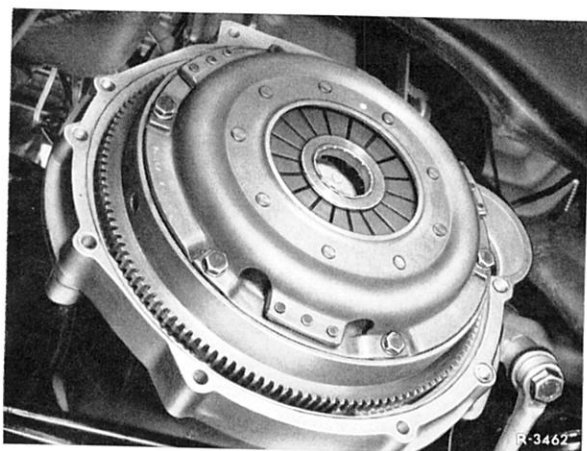

Bild 25—1/1
- 2 Befestigungsschrauben der Kupplung nacheinander so lange **um jeweils 1 bis 1½ Umdrehungen lösen**, bis die Kupplung entspannt ist (Bild 25—1/1).